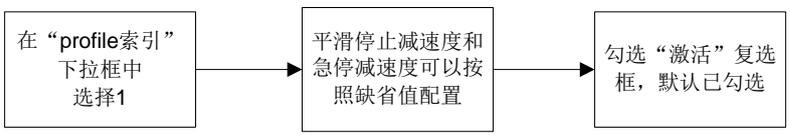

图 4-20 开环模式下 profile 配置流程
- (3) 切换至'profile'页。开环模式下 profile 配置流程如图 4-20 所示。